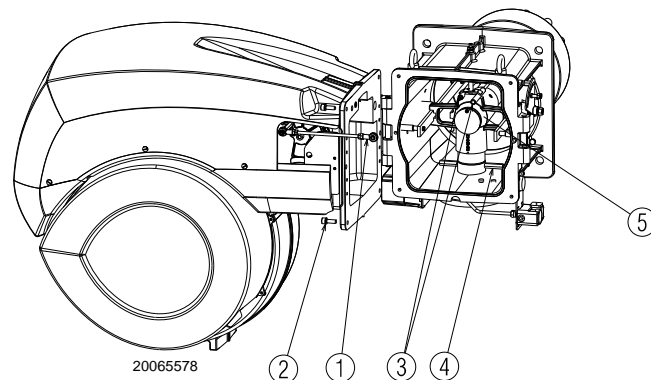

图 14
- 断开燃烧头移动杠杆上的 1) 且拆下 4 个固定螺丝 2) 后，沿铰链打开燃烧器 (图 14)。